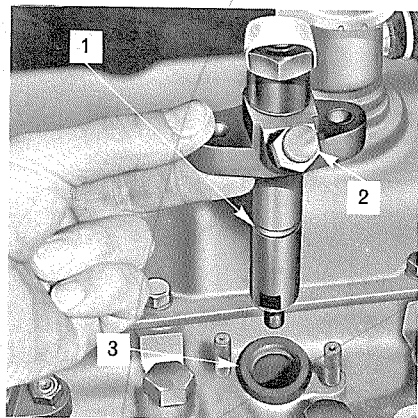

Figure 47 Dépose des porte-injecteurs
3. Dévissez les deux écrous de fixation de chaque porte-injecteur, déposez les porte-injecteurs et retirez leurs joints anti-poussière, Figure 47.